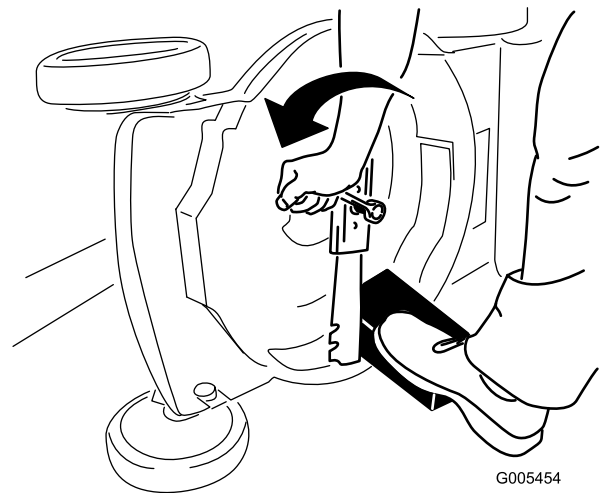

Figura 38
4. Retire la cuchilla, conservando todos los herrajes de montaje (Figura 38).